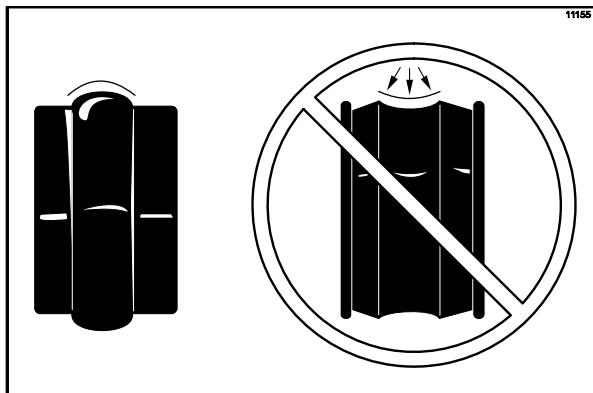

Рисунок 128
**Примечание:** чтобы гарантировать отсутствие утечек смеси через заднюю часть морозильного цилиндра, средняя часть опорного уплотнения должна быть выпуклой, или должна выходить за пределы уплотнения снаружи. Если средняя часть опорного уплотнения имеет вогнутую форму, или выходит за пределы уплотнения - такое уплотнение следует перевернуть. (См. рис. 128)